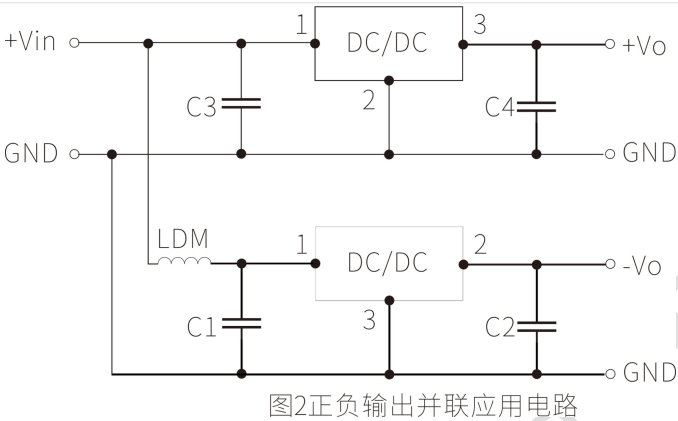

图2正负输出并联应用电路
- 当产品用于图2所示的应用电路时，建议增加电感LDM 以减小产品相互间的干扰，LDM 推荐值为10 μ H；